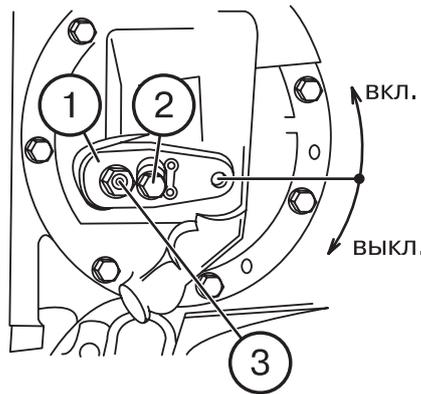

Рисунок 4.4
- 5) отсоедините и демонтируйте трубопроводы (18), (23), (24), (25) гидросистемы трансмиссии;
- 6) отсоедините маслопровод (2) смазки обоймы карданного вала привода ПВМ;
- 11) переведите рычаг управления масляным насосом коробки передач (КП) в положение выключено (рисунок 4.4);